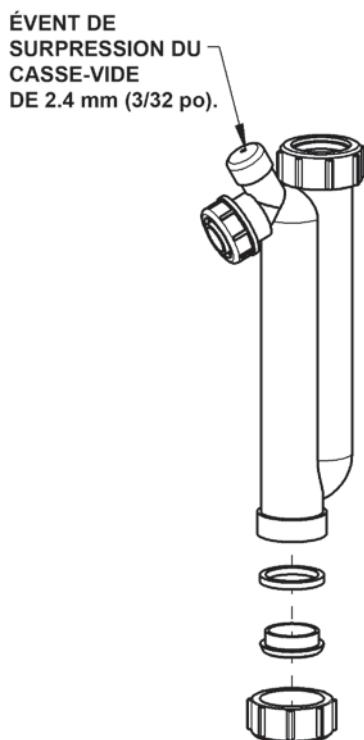

Figure 20 : Démontage du collecteur de condensat pour fins de nettoyage
- pour les systèmes en PP, voir la Figure 20.